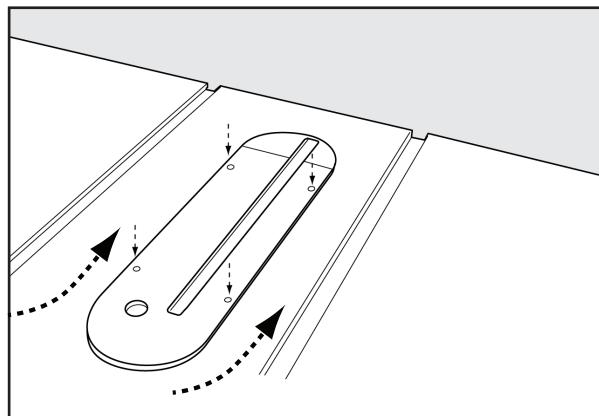
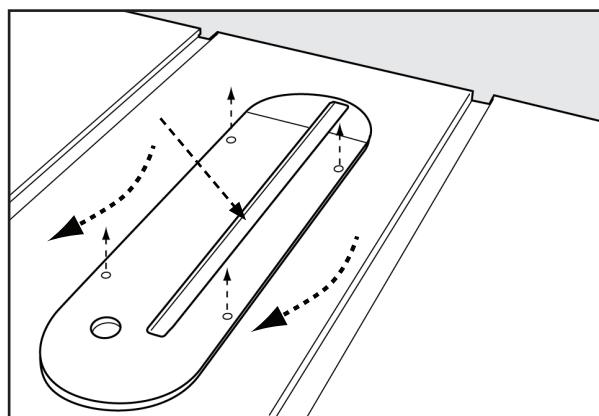

FIGURA 15A
FIGURE 15B
1. Para instalar la placa de garganta, baje la hoja hasta abajo de la parte superior de la mesa, luego con cuidado deslice la placa de garganta, primero el extremo ranurado, desde la parte frontal de la mesa hasta la parte posterior, manteniendo la hoja centrada dentro de la ranura en la placa de garganta. Vea la Figura 15A. La placa debe descansar dentro de la cavidad en la parte superior de la mesa.
3. Si la garganta no está al ras con la parte superior de la mesa, ajuste la altura de la placa de garganta usando los cuatro tornillos de fijación (A).gorge au moyen des quatre vis de pression (A).
4. Para retirar la placa de la garganta, baje la hoja por debajo de la mesa, luego deslice con cuidado la placa de la garganta desde la parte trasera de la mesa hacia la parte delantera, manteniendo la hoja centrada dentro de la ranura en la placa de la garganta. Figure 15B.